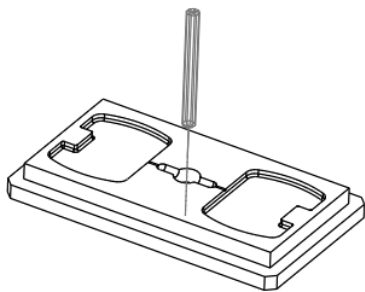

图 10.4.45 刀具行走路线
Step2. 单击“播放路径”对话框中的 按钮，观测刀具的行走路线，结果如图 10.4.45 所示。演示完成后，单击“播放路径”对话框中的 按钮。